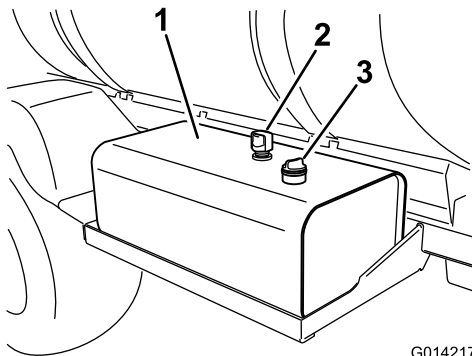

Figura 21
2. Limpie la zona alrededor del tapón de la varilla del depósito de aceite hidráulico y retire el tapón (Figura 21).